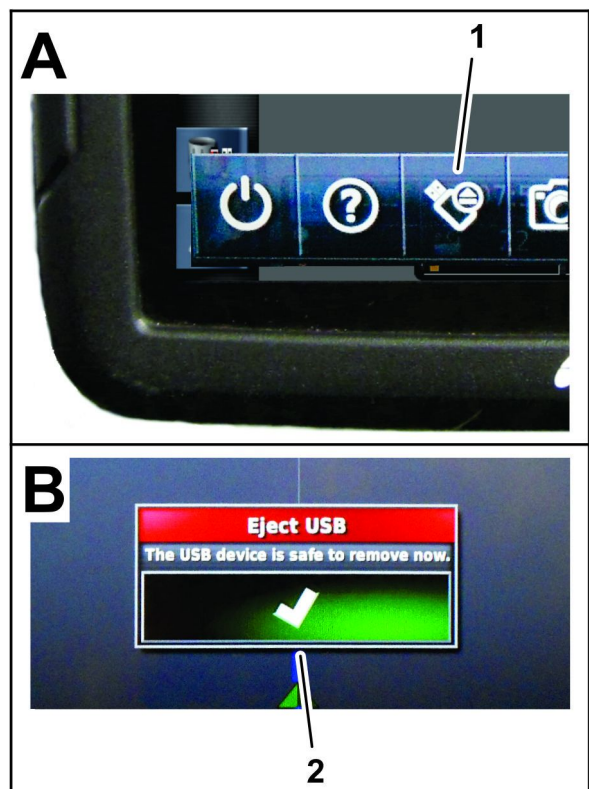

Figure 23
4. Au bas de l'écran de la console de commande, glissez vers le haut pour accéder à la barre de menu flottante (Figure 23).
5. Appuyez sur l'icône d'éjection de périphérique USB (Figure 23).
6. Dans la boîte de dialogue Éjecter USB, appuyez sur l'icône de confirmation et retirez le périphérique de stockage USB de la console de commande (Figure 23).